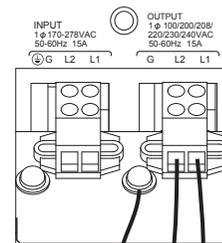

図 3
3. マイナスドライバーで端子台のネジを緩め、被覆を規定の長さまで剥いた電線を端子台斜め下から奥まで挿入し、その状態で端子台のネジを締めてください。(図 3 参照) G 端子に接続する線は、L1 と L2 に接続する線より長く配線してください。